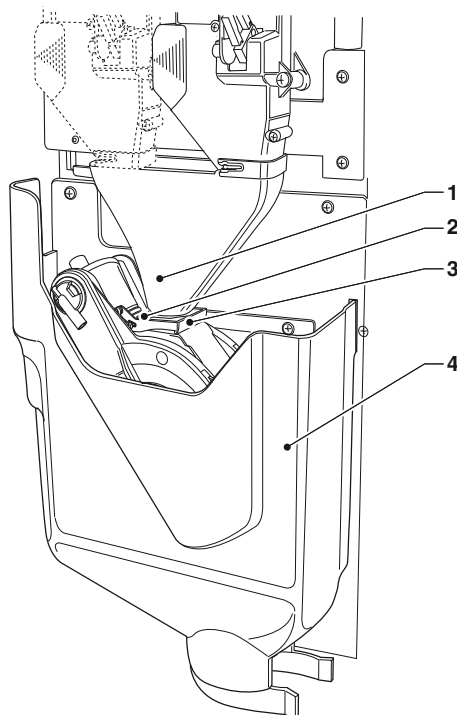

Fig. 11
Il faut démontrer périodiquement la couverture du groupe infuseur et l'entonnoir café (voir fig.11)
**Il est indispensable de remonter le couvercle avant de remettre en marche l'appareil (voir figure 11).**